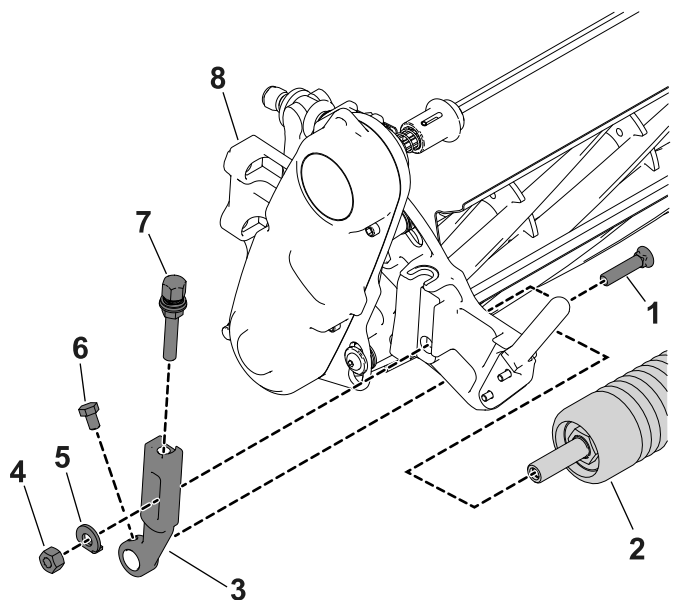

Figura 3
1. Îndepărtați urubul plugului, aiba și piulia cu guler care fixează unul dintre braele pentru înălțimea de tăiere de placa laterală a unității de tăiere (Figura 3).